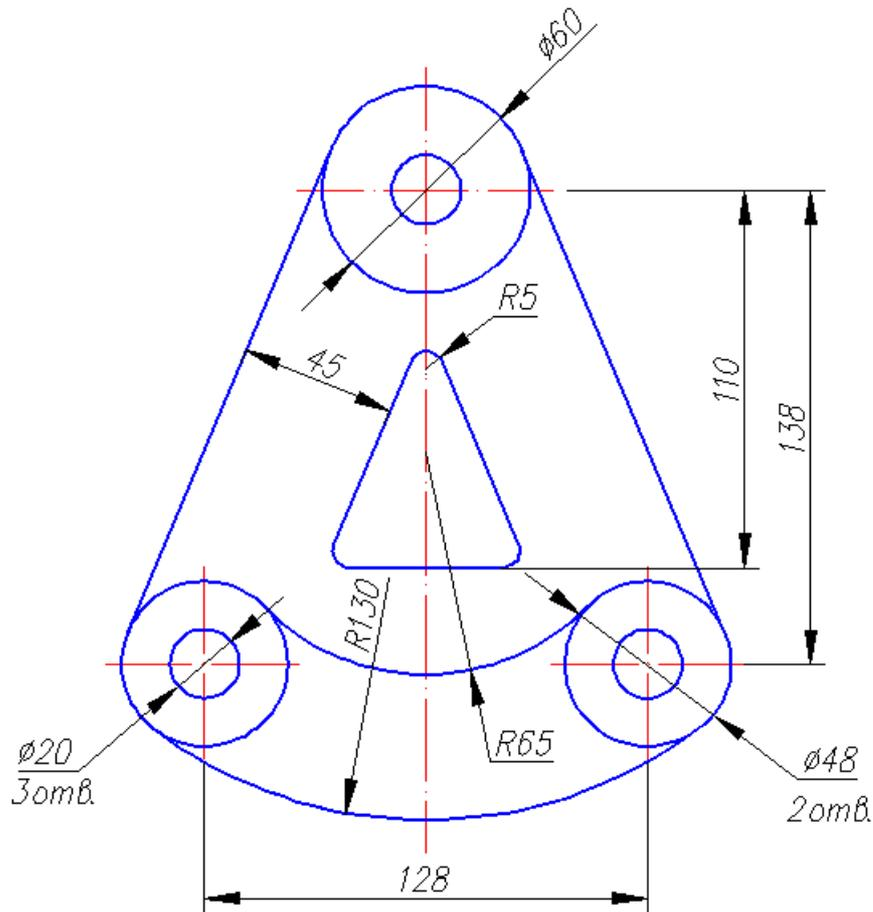

Рис. 64. Пример выполнения чертежа «Сопряжение»
3. Выполнить чертеж «Сопряжение» (см. рис. 64):
2.13. Нанести размеры (**Слой 3**) в соответствии с рис. 64 и подр. 2.6.6.
В данной работе рассматриваются способы ввода координат, различные операции копирования объектов, оптимальное использование различных режимов и привязок в программе AutoCAD. Предлагается следующая последовательность выполнения чертежа, проиллюстрированная на рис. 64 – 68: